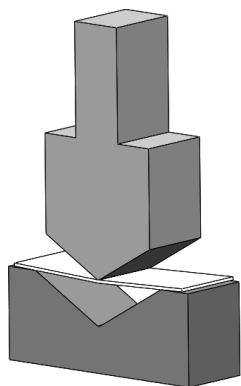
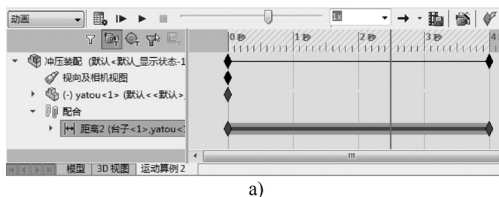

图 11-33 创建拉伸实体
图 11-34 创建动画
STEP 3 使用 **STEP 2** 绘制的草图，创建一厚度为 2mm 的拉伸实体（宽度与台子相同），如图 11-33 所示。然后进入运动算例环境，将当前帧置于“4 秒”处，设置 **STEP 1** 中的距离配合关系为 2mm，完成动画的创作，播放查看动画效果，如图 11-34 所示。